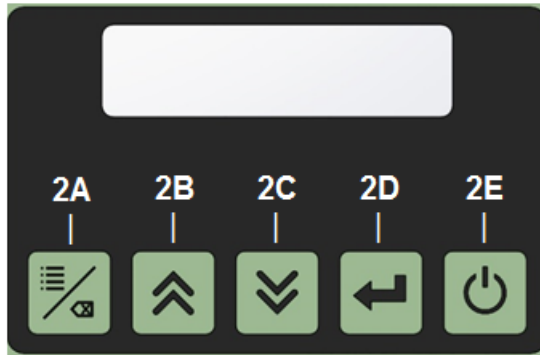

Abbildung 7: Teil 2 Ansicht Bedieneinheit
4. Drücke die START/STOP Taste auf der Frontplatte (Abbildung 7) um den Abrieb Tester zu starten.